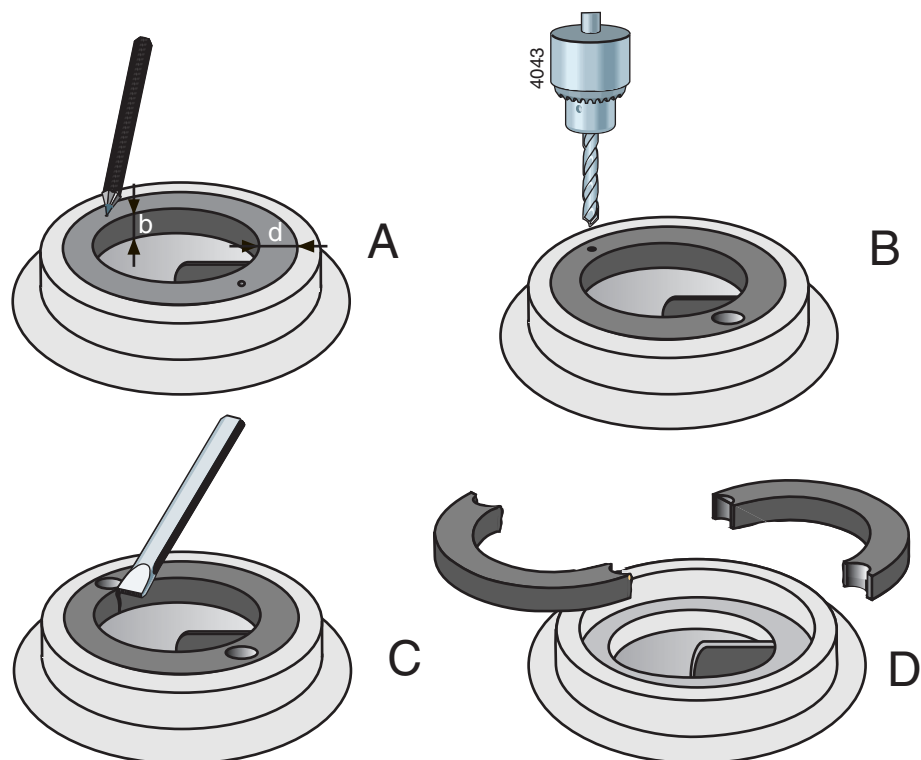

Рисунок 19. Извлечение компенсационного кольца
- 1 Измерьте толщину (d) и ширину (b) кольца, см. рисунок 19 A.
- 2 Прodelайте центрующие отверстия посередине кромки кольца в двух противоположных точках, см. рисунок 19 B.
- 3 С помощью сверла с диаметром несколько меньшим, чем толщина кольца (d), просверлите в кольце два отверстия, см. рисунок 19 C. Глубина сверления не должна превышать ширину кольца (b). Старайтесь не повредить установочную фаску корпуса насоса.
- 4 Пользуясь зубилом, вырубите оставшуюся часть толщины кольца. Теперь кольцо можно разделить на две части и извлечь его из корпуса насоса, см. рисунок 19 D.